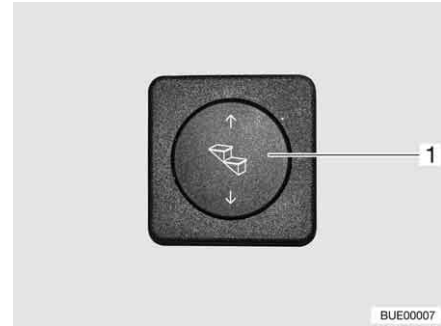

Fig. 6 Pulsante per il comando dello scalino di ingresso
- Premere in basso il pulsante basculante (Fig. 6,1) e tenerlo premuto (almeno 3 secondi), fino a che lo scalino di ingresso è stato completamente estratto.
- Premere in alto il pulsante basculante (Fig. 6,1) fino a che lo scalino di ingresso è completamente inserito.